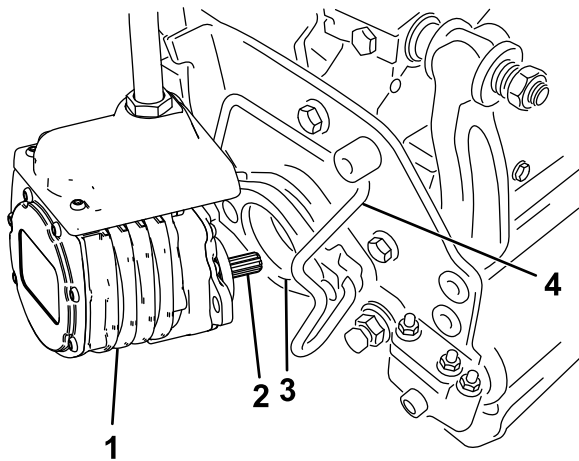

Figure 63
6. Enduisez de graisse propre l'arbre cannelé du moteur de l'unité de coupe (Figure 63).
7. Insérez le moteur dans le côté gauche de l'unité de coupe (vu de la position de l'utilisateur) et tirez la barre de retenue du moteur située sur l'unité de coupe vers le moteur jusqu'à ce que vous entendiez un déclic des deux côtés du moteur (Figure 63).